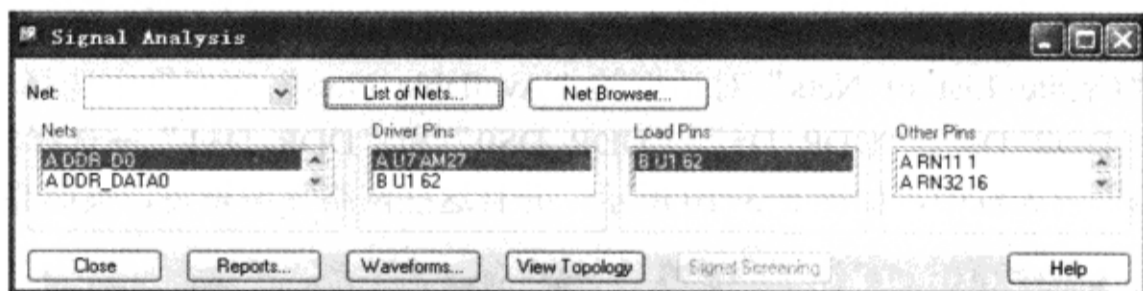

图 5-3-12 加载网络
(2) 在“Signal Analysis”对话框中单击“List of Nets...”按钮→弹出“打开”对话框→双击 DDR\_D.lst 文件，加载仿真的多个网络名到“Signal Analysis”对话框的“Nets”列表框中，如图 5-3-12 所示。